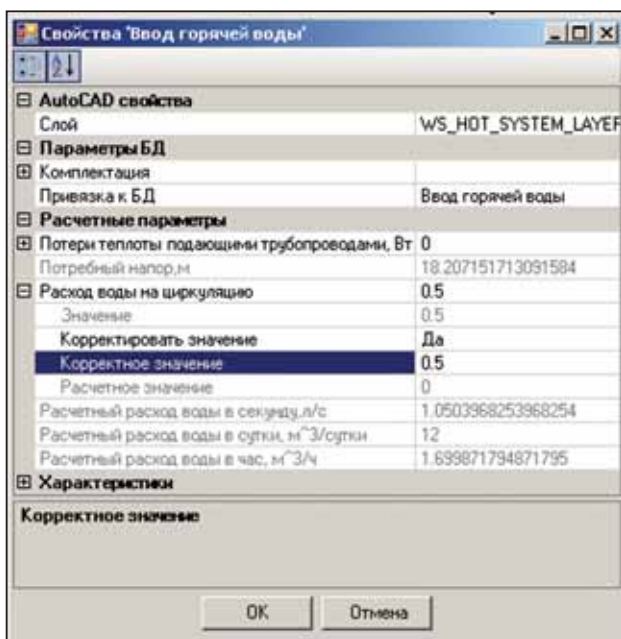

Рис. 13
ционной части системы горячего водоснабжения не предусмотрен. Планируется его появление в следующей версии программы. Учет циркуляционного расхода производится следующим образом. После того как установлено условное графическое обозначение ввода горячей воды, выберите его, нажмите правую кнопку мыши и выберите действие *Свойства (VK)*. В появившейся экранной форме (рис. 13) откройте раздел *Расход воды на циркуляцию*. В строке *Корректировать значение* выберите *Да*. В строке *Корректное значение* введите расход горячей воды на циркуляцию. Расход задается в литрах в секунду.